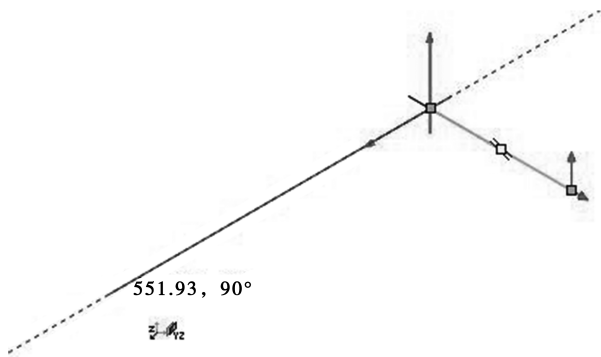
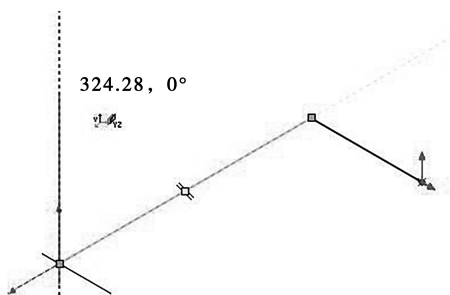

图 1-3-5 沿 Z 轴绘制直线
图 1-3-6 沿 Y 轴绘制直线
(3)绘制圆弧按【Tab】键,切换到 YZ 基准面,沿 Z 轴绘制长约 550 mm 的线段(见图 1-3-5),沿 Y 轴绘制长约 320 mm 的线段(见图 1-3-6)。